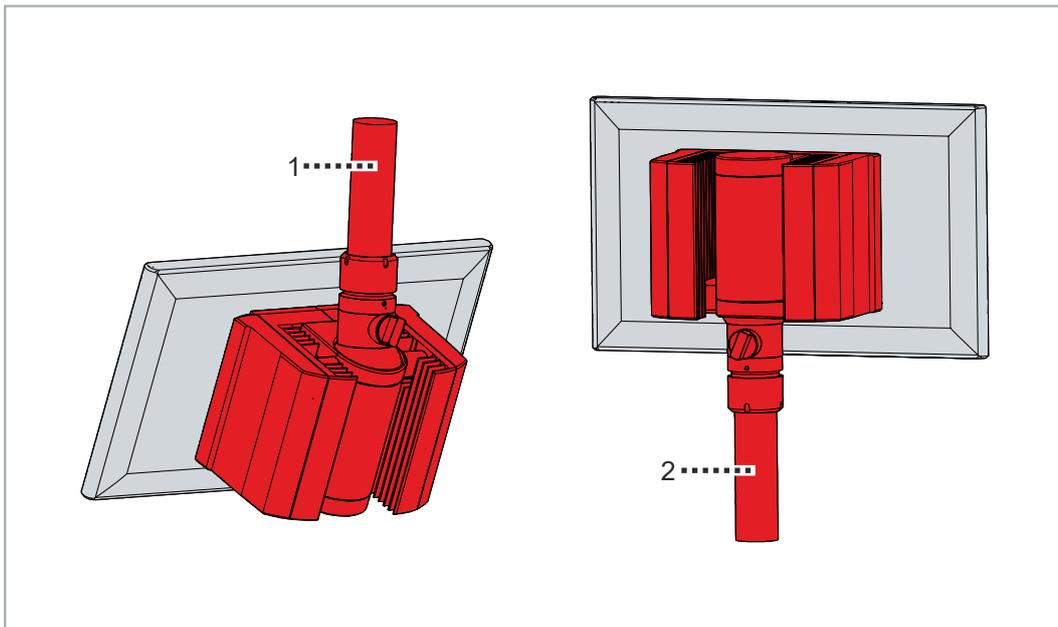

Abb. 6: Tragarmadapter
Abbildung 6 zeigt die Standard-Variante mit Tragarmadapter von oben (1) und die Option mit Tragarmadapter von unten (2). Unabhängig davon, ob der Tragarmadapter nach oben oder nach unten ausgerichtet ist, verfügt er über eine Feststellschraube zur Verdrehsicherung und kann um  $\pm 165^\circ$  geschwenkt werden. Der Adapter adaptiert den Panel-PC mit einem 48 mm Rundrohr. Die zulässige Toleranz liegt bei  $-0,1$  bis  $+0,8$  mm.